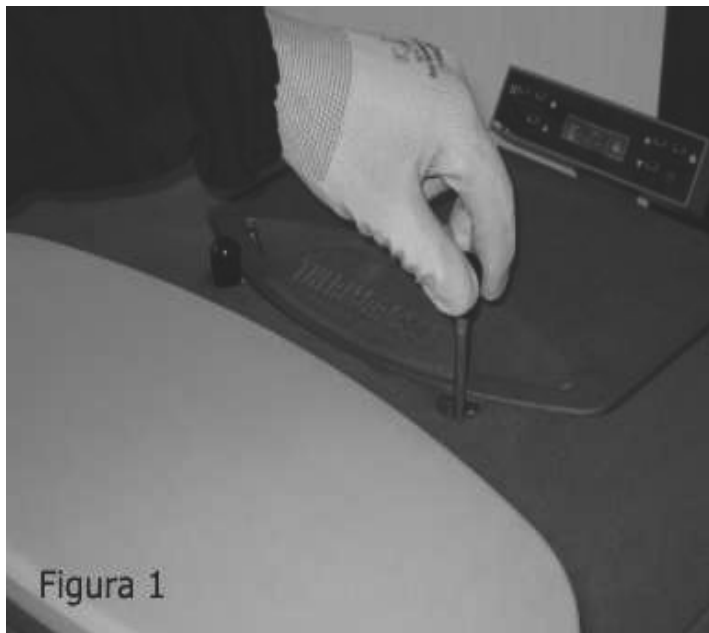
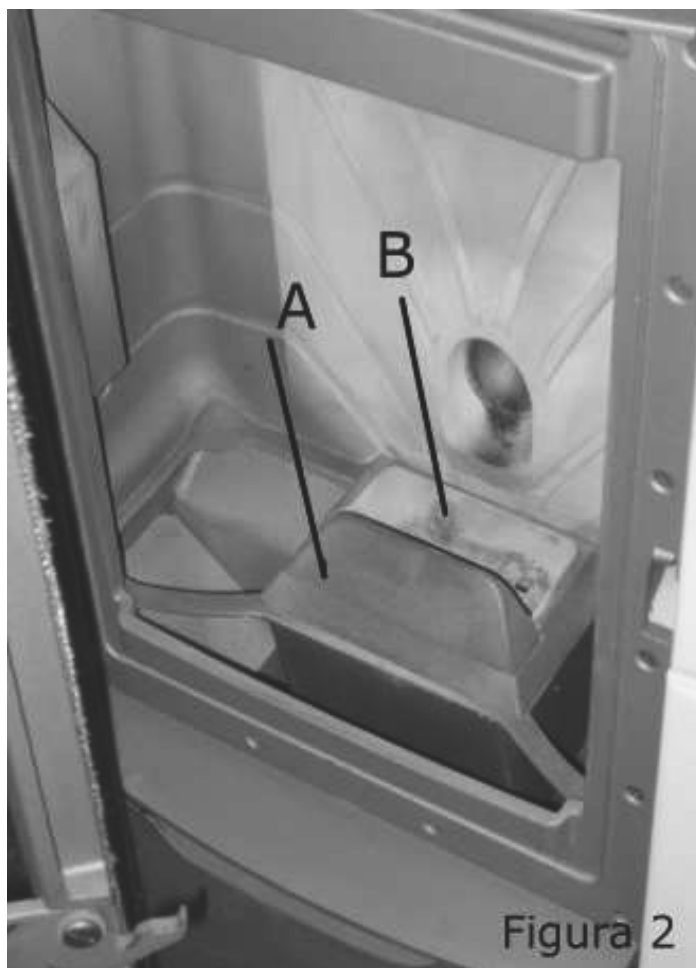

Figura 1
Figura 2
Qualora si volesse canalizzare con solo 1 uscita è necessario (vedi figura 2) svitare parzialmente la vite **C1** utilizzando un cacciavite adeguato, togliere le viti **C2** e **C3**, togliere il tubo **E** e sostituirlo con il tappo **D** fissandolo alla stufa (vedi figura 1). Per canalizzare è necessario agire sulla leva **A** (figura 1 e 3).
Agendo sulle 2 levette **B** (figura 1) è possibile indirizzare parte dell'aria di ventilazione verso destra o verso sinistra.
**GIORNALMENTE** pulire il braciere **B** dai residui della combustione e rimontare correttamente braciere **B** e catalizzatore **A** (figura 2,2A)
**OGNI 3 GIORNI** sollevare e fare ricadere per alcune volte le aste spazzolatubi (figura 1)
**SETTIMANALMENTE** pulire dai cassettei cenere **V** e **V1** la cenere (figura 2, figura 6 e figura 6A): per accedere al vano **V** è sufficiente alzare il braciere **B** e il catalizzatore **A** dalla loro sede (figura 2). Per estrarre il cassetto cenere **V1** è prima necessario togliere la portina inferiore **F** (figura 3) premendo dapprima sulla maniglia verso il basso, ruotando la copertura verso l'esterno e sfilandolo dall'alto: procedere poi a togliere il cassetto **V1** (figura 6 e figura 6A).
La pulizia del vetro deve essere effettuata con un panno umido o con una palla di giornale, inumidita e passata nella cenere, strofinando il vetro fino alla pulizia completa. Non pulire il vetro durante il funzionamento della stufa. Il vetro conserva un grado di pulizia accettabile se il catalizzatore viene montato in modo corretto nel bruciatore come rappresentato nella figura 2. La pulizia dei pannelli laterali e delle ceramiche deve essere effettuata a stufa fredda utilizzando un panno morbido e solo acqua.